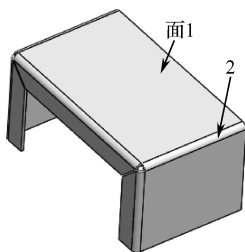
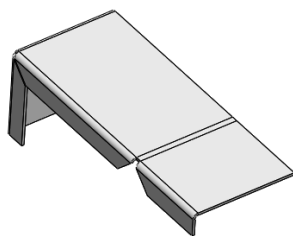

图 9-82 源文件
图 9-84 完成的展开特征
- 02** 在“打开”对话框中选定文件名为“9.10”，然后单击“OK”按钮，或者双击所选定的文件，即打开所选文件，如图 9-82 所示。
- 04** 在图形区域中选择箭头所指的面作为固定面 1，选择图中 2 所示的折弯作为要展开的折弯，如图 9-82 所示，单击属性管理器中的确定按钮，即完成展开特征的创建，如图 9-84 所示。